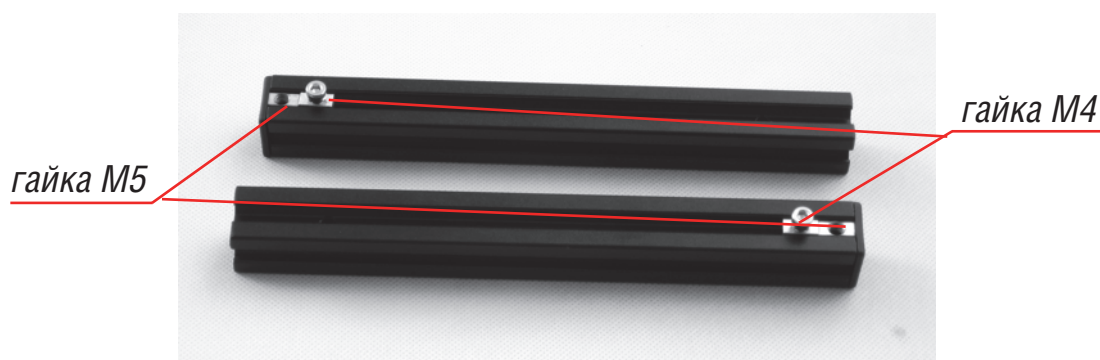

Рис. 2.4.
- 3.2. вкрутите винт М4 в гайку и зафиксируйте гайки в крайнем положении, чтобы они не могли свободно перемещаться вдоль ноги (рис. 2.4).